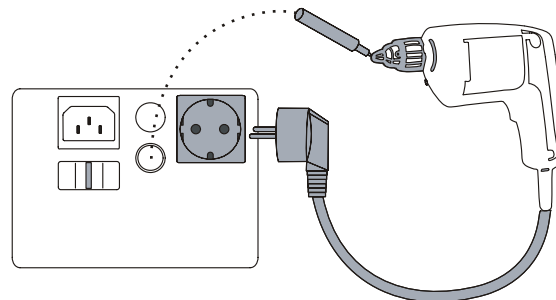

Abbildung 6. Messung des Ersatzableitstromes
- 1  Stecken Sie den Netzstecker des Prüflings in die Prüf-/Netzsteckdose. Bei Bedarf zusätzlich die Sonde (R_{ISO}), wie auf dem Tester dargestellt anschliessen, siehe Abb.6 Für Geräte der Schutzklasse I wird keine Prüfsonde benötigt. Bei Geräten der Schutzklasse II verbinden Sie die Prüfsonde mit allen berührbaren Metallteilen des Prüflings.